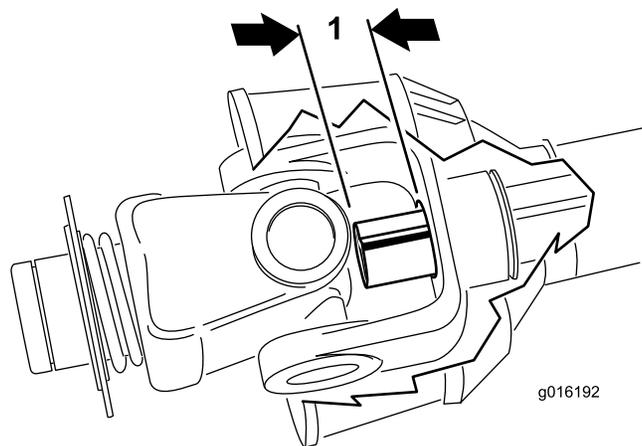

Figura 17
se o tubo **interior** não se projecta para o cruzamento e para a secção do rolamento do outro tubo (Figura 17). Se isto acontecer, corte **mais** do tubo interior para corrigir o problema. Passe ao passo seguinte.
- Meça a distância que o tubo interior se projecta para o cruzamento e para a secção do rolamento do outro tubo (Figura 17). Adicione esta distância à dimensão obtida no passo 8.